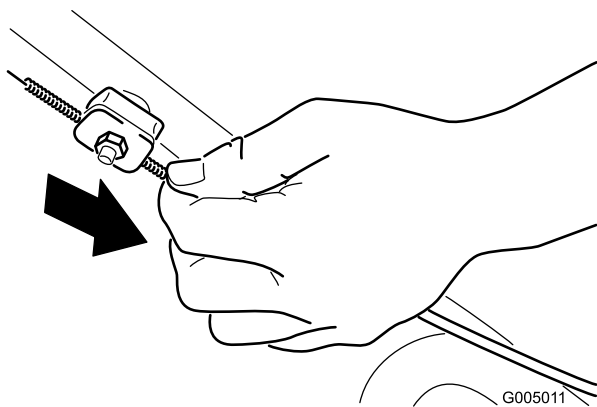

Рисунок 22
2. Вытягивайте оболочку троса (к газонокосилке), пока в тросе не появится слабина (Рисунок 22).